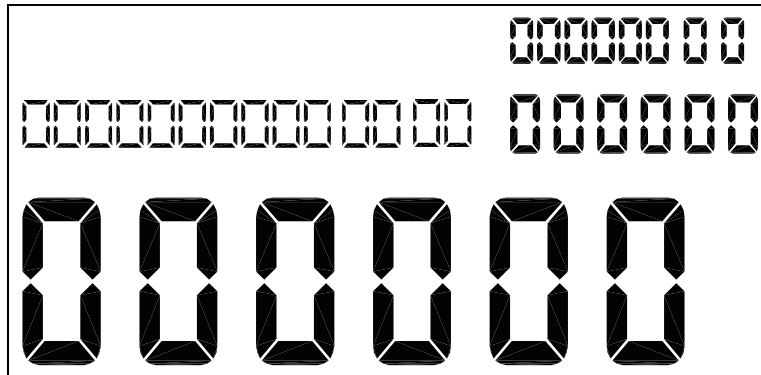

Figure 4. Tous les zéros activés dans les champs d'affichage
- Tous les zéros apparaissent dans les quatre champs de valeurs (voir Figure 4)